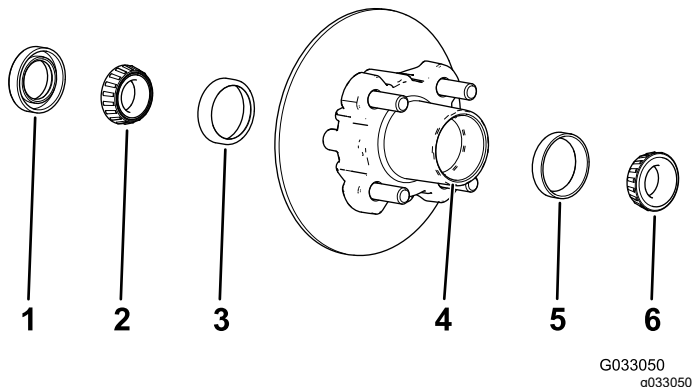

Figure 36
1. Déposez le roulement extérieur et la bague de roulement du moyeu (Figure 36).
2. Déposez le joint et le roulement intérieur du moyeu (Figure 36).
5. Éliminez la graisse, la saleté et les débris à l'intérieur de la cavité du moyeu (Figure 36).
7. Remplissez 50 à 80 % de la cavité du moyeu avec la graisse spécifiée (Figure 36).
8. Montez le roulement intérieur sur la bague, sur le côté intérieur du moyeu, puis posez le joint (Figure 36).